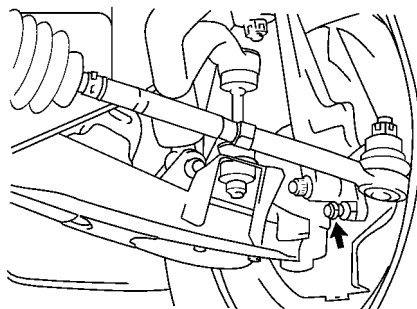

图 14-42 旋松锁紧螺母
① 拆下转向节限位螺栓的盖。
② 旋松锁紧螺母，如图 14-42 所示。
③ 将转向节限位螺钉旋到底。
④ 如果左、右车轮的角度不同，则应调整转向横拉杆的长度以消除车轮角度差。
⑤ 充分地转动转向盘，并旋松转向节限位螺栓直到它接触到下臂为止。
⑥ 旋紧锁紧螺母。